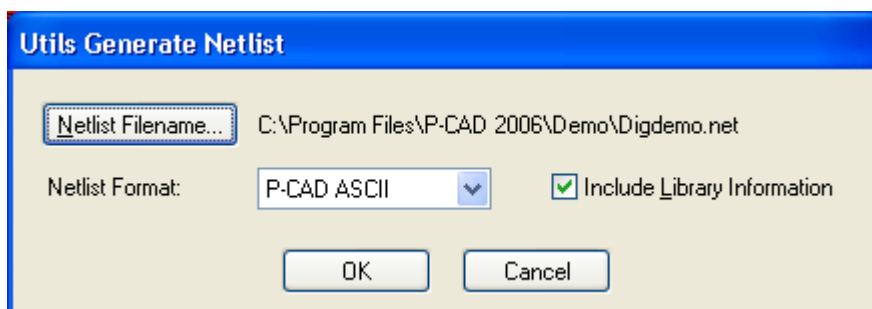

Рис.4.7. Генерация списка соединений
- 12) Генерация списка соединений для возможности дальнейшего проектирования осуществляется с помощью команды Utils/Generate Netlist (рис.4.7.). Кнопка Netlist Filename позволяет задать имя файла списка цепей. Формат списка цепей (Netlist Format) необходимо задать – P-CAD ASCII. Флажок Include Library Information рекомендуется установить, для того чтобы в файл была включена информация для менеджера библиотек.